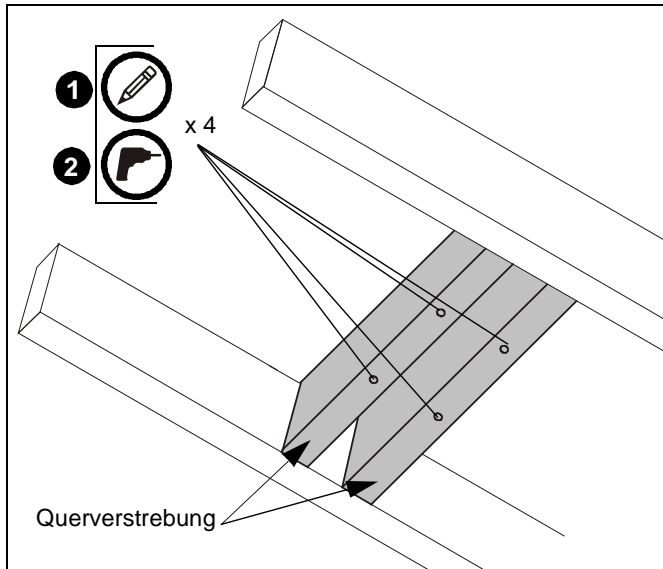

Abb. 4
1. Benutzen Sie die Deckenplatte als Vorlage, um Positionen für vier Vorbohrungen (Siehe Abb. 4) zu markieren. Stellen Sie sicher, dass sich die Markierungen in der Mitte der Holzträger befinden.
2. Bohren Sie Vorbohrungen mit einem Durchmesser von 5,6 mm (7/32") in die Holzbalken-Querverstrebung. (Siehe Abb. 4) Stellen Sie sicher, dass die Vorbohrungen gerade sind.